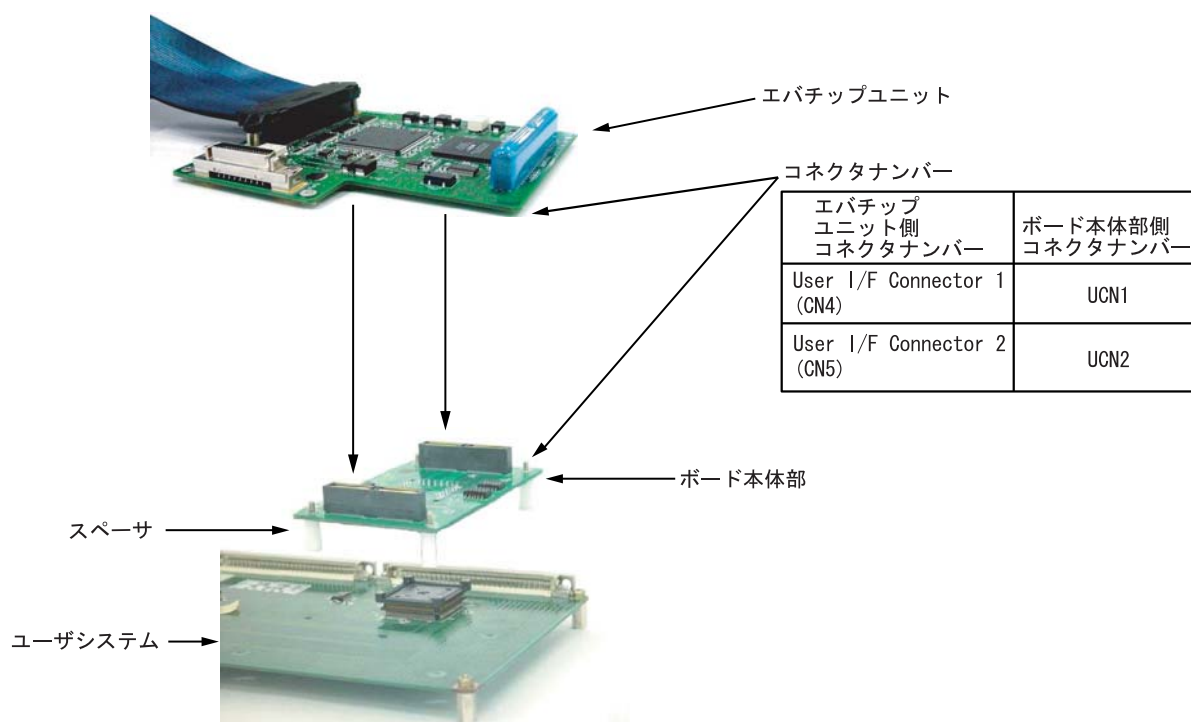

図 3 エバチップユニットへの接続
- (1) ユーザシステムおよびエミュレータの電源が切れていることを確認してください。
- (2) ボード本体部とエバチップユニットのコネクタをコネクタナンバーに合わせて接続します(図 3 参照)。
- (3) ボード本体部に付属しているスペーサをユーザシステムの状態に合わせて、高さを調整してください。